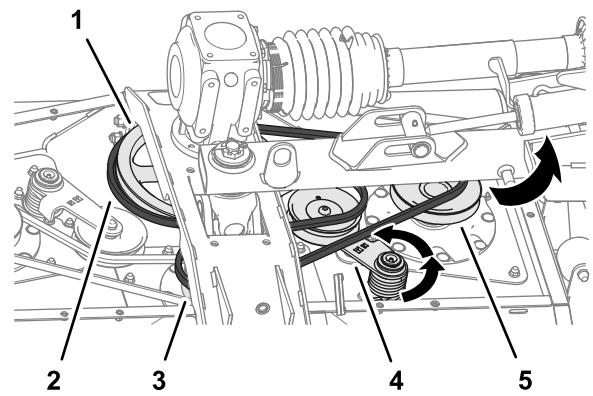

Figura 59
2. Utilice una llave de extensión o una herramienta similar para girar el tensor de la correa larga en sentido antihorario y deslice la correa para sacarla de la polea del tensor (Figura 59).
3. Deslice la correa larga para sacarla de la polea de transmisión, la polea de eje central y la polea de eje derecho (Figura 59).